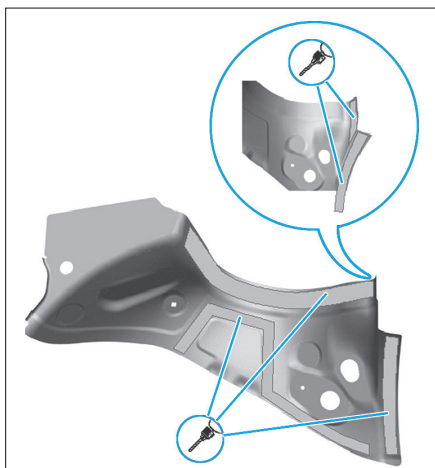

FIG. 33
• Percer dans le passage de roue des trous de Ø 8 mm pour le soudage par bouchonnage (Fig.33).